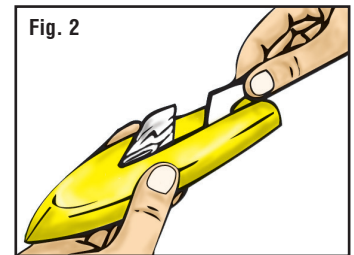

Fig. 2
- RUDDER:** Insert Rudder into slot on bottom of Hull (Fig. 2). Rudder should extend beyond back of Hull.
- GOVERNAIL :** Insérer le gouvernail dans la fente en bas de la coque (Fig. 2). Gouvernail doit s'étendre au-delà de coque.